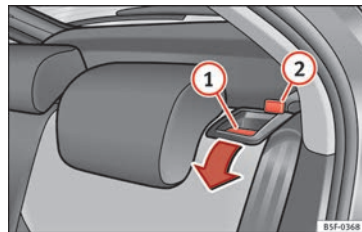

Fig. 110 Alavanca de desbloqueio do encosto.
- Pressione a alavanca de desbloqueio » **Fig. 110 ①** no sentido da seta.
- Levante o encosto até encaixar corretamente » **Δ**. Caso o encosto tenha encaixado corretamente, já não se poderá ver a marca vermelha do trinco » **Fig. 110 ②**.